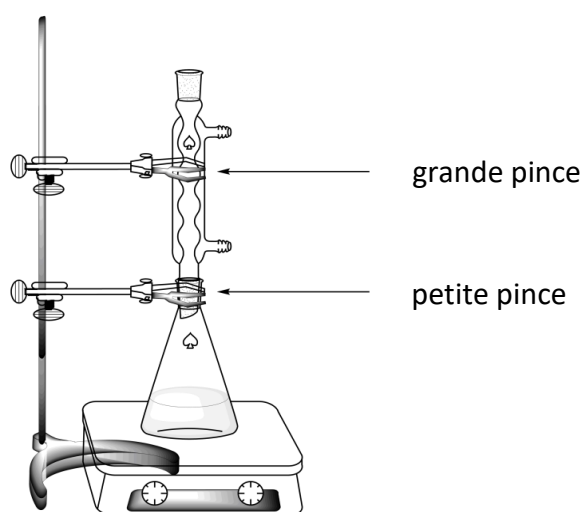

Figure 1. Montage de chauffage au reflux du mélange réactionnel
4. **Mettre en place** le réfrigérant en desserrant la grande pince et en ajustant les embouts rodés (voir figure 1). **Lever** la carte « HELP ». Un assistant viendra ouvrir le robinet d'eau et mettre en route la plaque chauffante.
2. À l'aide du montage à reflux (voir figure 1), **recristalliser** le produit brut présent dans l'Erlenmeyer à col rodé de 50 mL en utilisant la quantité nécessaire du mélange eau-éthanol préalablement réalisé. **Lever** votre carte « HELP ». Un assistant viendra ouvrir le robinet et mettre en route la plaque chauffante. Si nécessaire, **ajouter** du solvant supplémentaire par le haut du réfrigérant.